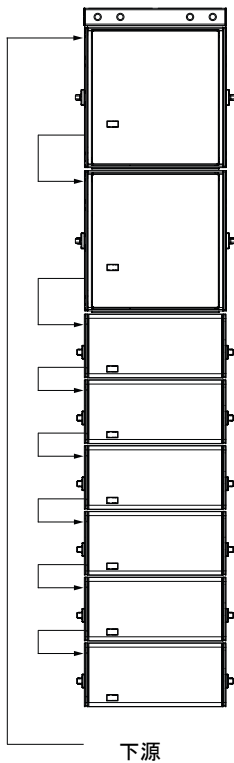

図3 フライング混合アレイ
- LEOPARDと900-LFCのフライング混合アレイ(図3)